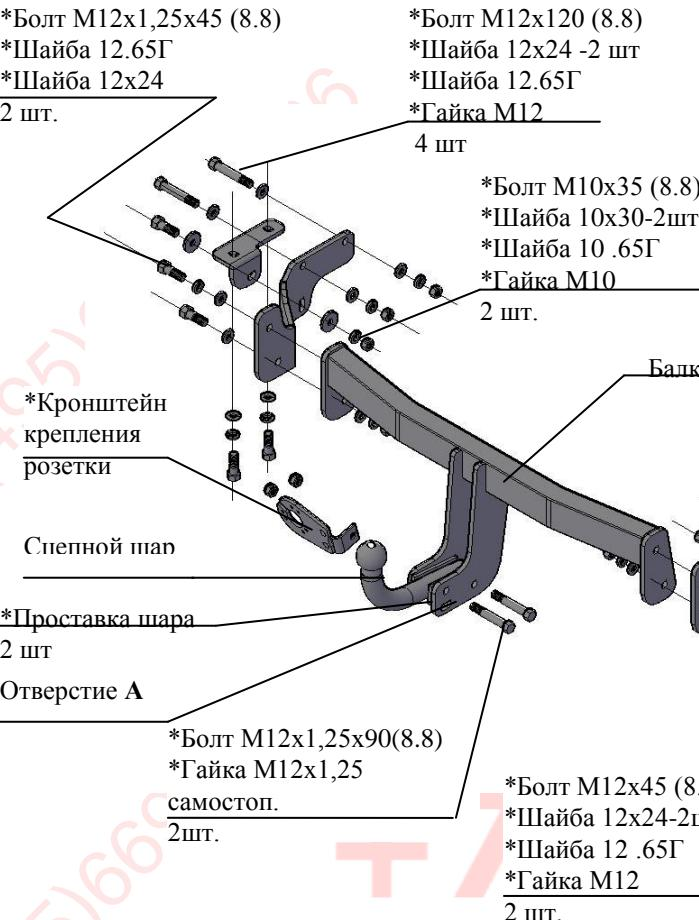

Рис.1 Тягово-сцепное устройство 7231
2.1 ТСУ 7231 в сборе (рис.1)	1 шт.
2.2 Пакет с комплектующими (см. рис.1)	1 шт.
4.2 Закрепить боковые съемные кронштейны ТСУ (правый и левый соответственно рис.1) к боковым внутренним полкам лонжеронов а/м болтами M12x120 гайками M12 , подложив под головки болтов шайбы 12x24, под гайки - шайбы 12.65Г и шайбы 12x24. Крепеж не затягивать.
4.3 Закрепить угловые боковые съемные кронштейны ТСУ (правый и левый соответственно рис.1) к нижним полкам лонжеронов а/м болтами M10x1,25x35 (используя